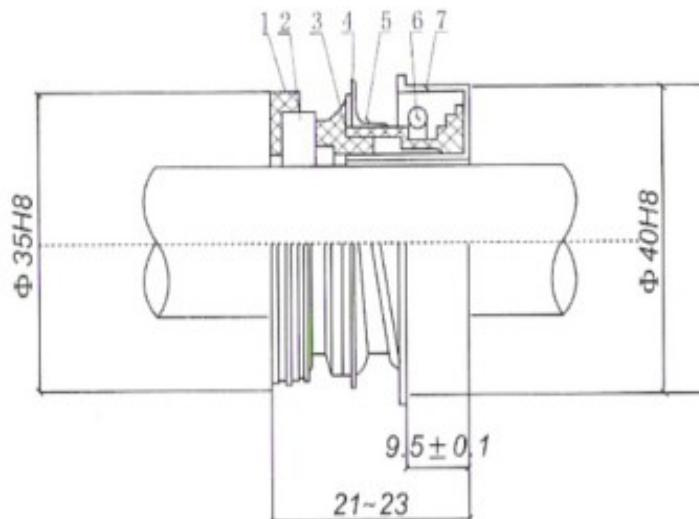

Fig. 2 – Diagrama etanseatitii masinii
- Cand schimbati garniturile pompei, asigurati-vla ca ati aplicat un adeziv in locul unde se face conexiunea dintre fragmentul de otel nr 7 si carcasa pompei. Cand ati fixat nu loviti cu putere pentru a preveni ruperea in bucati.(Fig. 2)